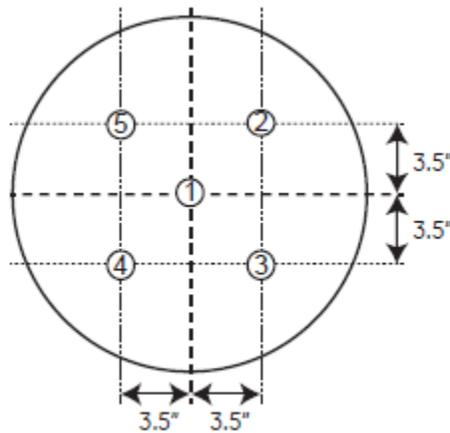

Рисунок 2-1 Точки измерения света
5. С помощью откалиброванного измерителя света Biliblanket Light Meter II измерьте свет в 5 точках, показанных на Рис. 2-1, и рассчитайте их среднее значение. Убедитесь, что среднее значение составляет, как минимум, 27 мкВт/см²/нм.